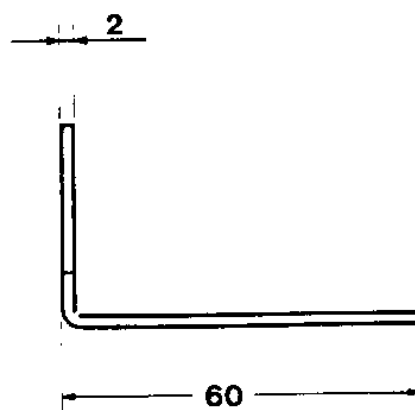

Fig. 48 Dima di controllo
- Inserire la dima di controllo di fig. 48 (fornibile a richiesta) tra il cappellotto (rif. 15 per fig. 46a, 46b e rif. 17 per fig. 47) e il relativo dado di blocco (rif. 13 per fig. 46a, 46b e rif. 15 per fig. 47)